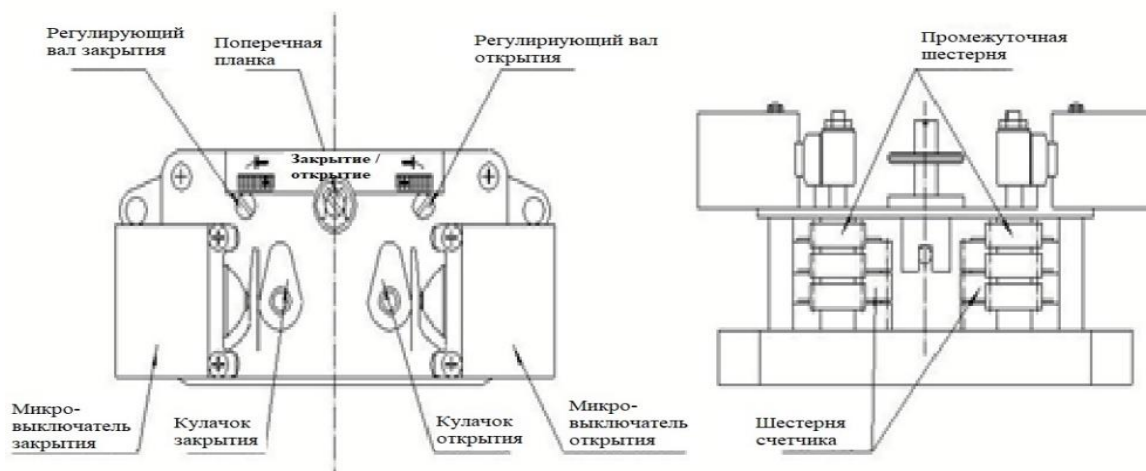

Рис.2 Механизм управления ходом
4.2 Механизм управления ходом (Рис.2).
Для обеспечения высокой точности управления используется счетчик, аналогичный по принципу работы с десятиразрядным счетчиком. Его конструкция показана на **Рис.2**. Принцип его работы следующий: пара больших и малых конических шестерен в понижающем редукторе приводит в движение промежуточную шестерню, а затем приводит в действие механизм управления ходом. Если механизм управления ходом отрегулирован по положению закрытия и открытия клапана, то при повороте регулятора с выходным валом в предварительно настроенное положение (по количеству оборотов) кулачок повернется на 90°, вызывая срабатывание микровыключателя, что в свою очередь приведет к отключению питания двигателя и его остановке. Таким образом обеспечивается управление ходом (по количеству оборотов) электропривода.